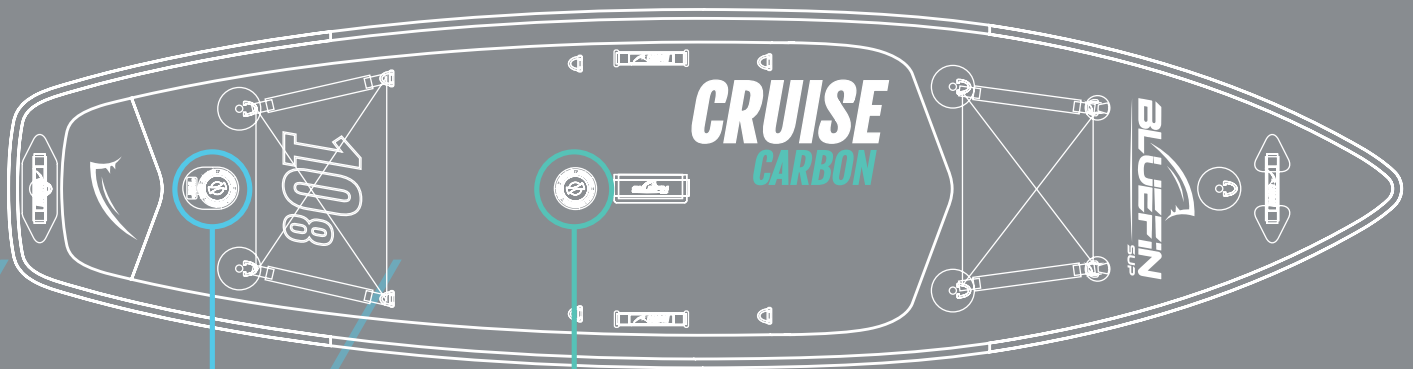

Abbildung 1.
- Bei den Carbon Boards mit Doppelkammern pumpst du zuerst die innere Kammer in der Mitte des Boards auf. **Abbildung 2** Pumpe das Board bis zum empfohlenen PSI auf. **Abbildung 3** Danach pumpst du das Ventil der Außenkammer am Ende des Boards (**Abbildung 1**) auf den empfohlenen Druck auf, der um das Ventil herum angegeben ist. **Abbildung 3**